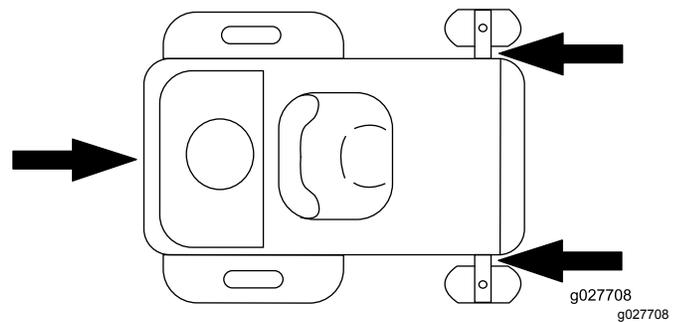

Рисунок 33
6. С помощью строп, цепей, тросов или канатов закрепите машину в точках, расположенных рядом с передними поворотными колесами и на заднем бампере (Рисунок 33). Изучите местные нормативные документы по требованиям к креплению оборудования.